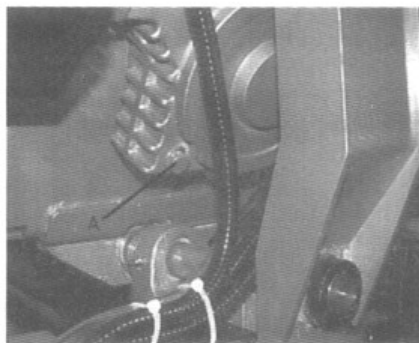

Рис. 24
4. Открутите пробку (A) Рис.24 и слейте масло из коробки передач.
5. Закрутите назад пробку (A) Рис.24 и опустите рычаг пилы в нижнее положение.
Время от времени смазывайте поворотные подшипники водонепроницаемой смазкой через два масляных штуцера (C) Рис.24.